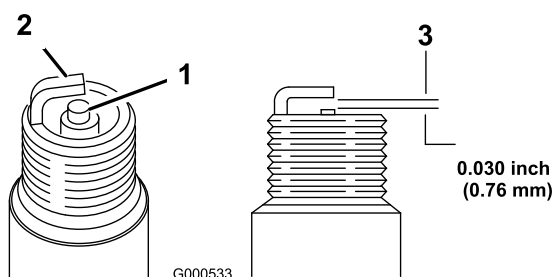

Bild 29
1. Sehen Sie sich die Mitte der Zündkerze an (Bild 29). Wenn der Kerzenstein hellbraun oder grau ist, ist der Motor richtig eingestellt. Eine schwarze Schicht am Kerzenstein weist normalerweise auf einen schmutzigen Luftfilter hin.
2. Prüfen Sie den Abstand zwischen den mittleren und seitlichen Elektroden (Bild 29). Verbiegen Sie die seitliche Elektrode (Bild 29), wenn der Abstand nicht stimmt.